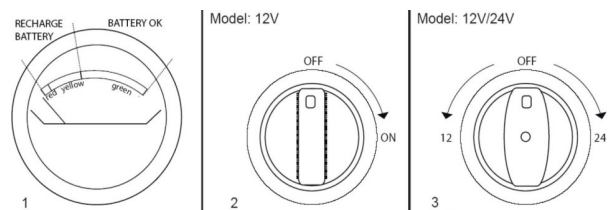

Abb. 5: Bedienfeld SB 250/SB 500
Schritt 6: (SB 250) Den ON/OFF Batterieschalter auf ON stellen und das Fahrzeug starten (Abb. 5 - 2. Bild)
Schritt 7: Sobald das Fahrzeug gestartet worden ist, den Batterieschalter (5) wieder auf OFF stellen (Modelle SB 250 und SB 500).
Schritt 8: Das Starthilfekabel mit der schwarzen Klemme (6) von der Fahrzeugmasse abnehmen und sofort in seine Halterung stecken.
Schritt 9: Das Starthilfekabel mit der roten Klemme (1) vom Pluspol (+) der Batterie abnehmen und sofort in seine Halterung stecken.